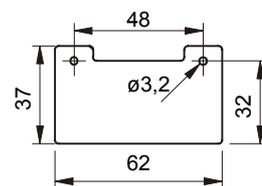

Fig. 4
3. Mount the base plate/lamp (Fig. 4) on the door frame with 2 screws (ø max. 3 mm).
3. Grundplatte/Leuchtelement (Fig. 4) mit 2 Schrauben \varnothing max. 3 mm auf Türzarge befestigen.
3. Fixer sur le châssis de porte la plaque de base avec l'élément lumineux (Fig. 4) au moyen de 2 vis \varnothing max 3 mm.